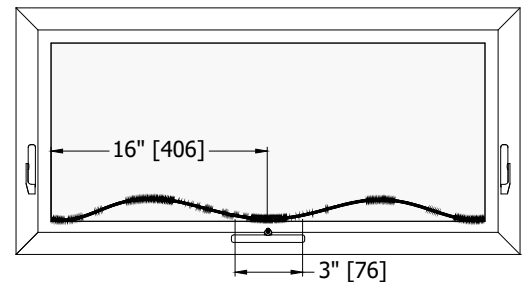

FIG. 9
- b. Couper le joint d'étanchéité du vitrage ¼ po [6] plus long par pied pour prévenir le rétrécissement. **Voir FIG. 9**